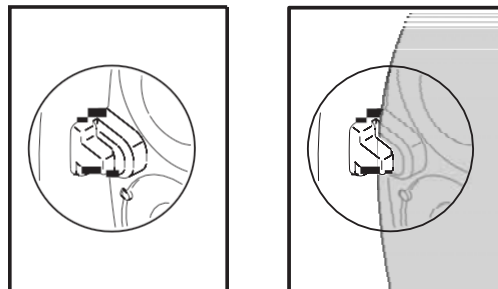

Рисунок 5. Выступы фильтра рассеивателя для размещения
3. Поместите фильтр рассеивателя на пластину линзы так, чтобы вырезы в рассеивателе находились на выступах по краям пластины линзы (см. рисунок 5).